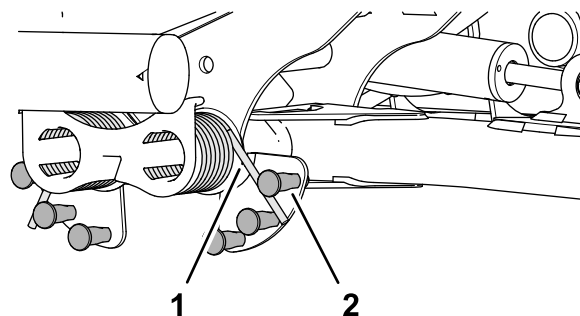

Figura 54
2. Introduzca el extremo largo del muelle de contrapeso en un tubo u otro objeto similar, y gire el muelle alrededor del espárrago de cuello largo a la posición deseada (Figura 54).